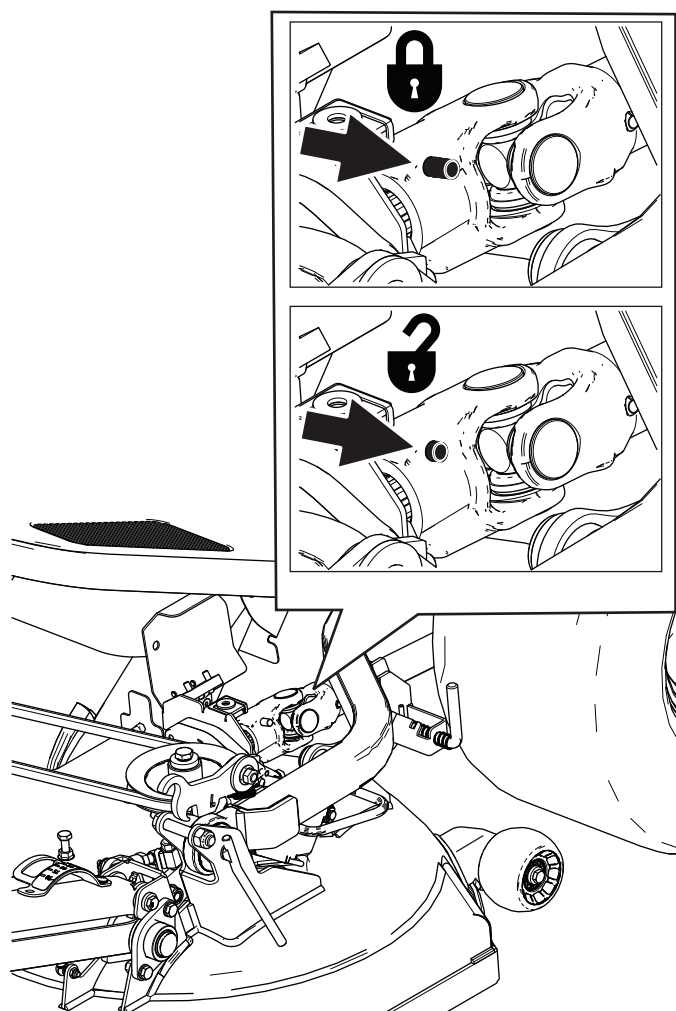

Figure 92
- Tournez la fixation quart-de-tour et ouvrez le couvercle du cardan sur le protège-courroie (Figure 92).
2. Détachez l'extrémité avant de l'arbre de transmission du boîtier d'engrenages de l'unité de coupe en appuyant sur la goupille rappelée par ressort, puis en tirant l'extrémité de l'arbre en arrière (Figure 92).
3. Relâchez la goupille rappelée par ressort et vérifiez que le cardan de l'arbre de transmission est verrouillé dans le boîtier d'engrenages de l'unité de coupe ; voir Figure 92.